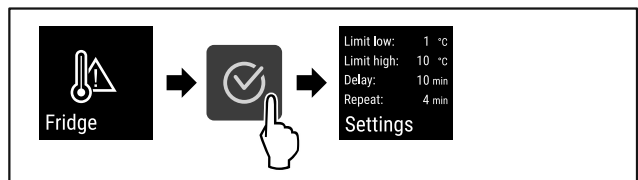

Fig. 118
- ▷ Hajtsa végre a művelet lépéseit (lásd Fig. 118).